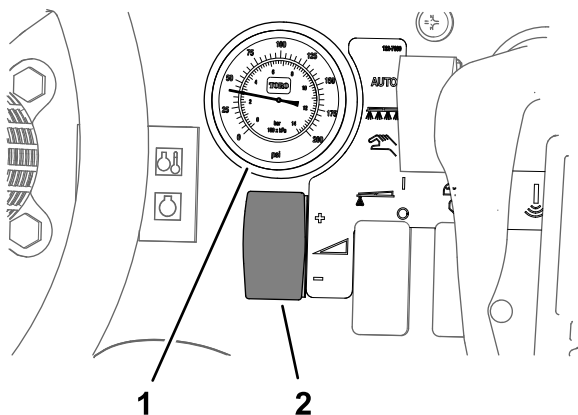

Figura 49
2. Con l'interruttore del volume di applicazione regolate la pressione del sistema di irrorazione a circa 2,76 bar; vedere Figura 49.